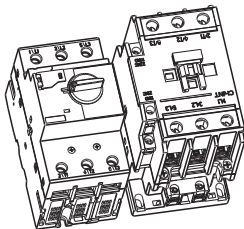

图5
3.2.1 起动器、接触器按图5位置放置，用一字或十字螺丝刀彻底旋松起动器2/T1、4/T2、6/T3及接触器的1/L1、3/L2、5/L3接线螺钉，用十字螺丝刀彻底旋松接触器的A1、A2线圈接线螺钉。